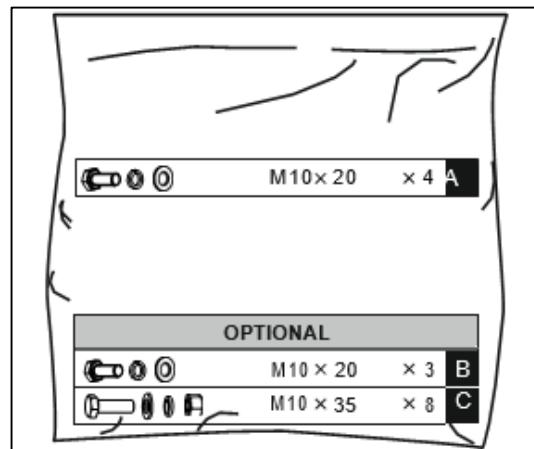

Рис.2
- 3.** Пакет с крепежными элементами, содержащий (Рис.2):